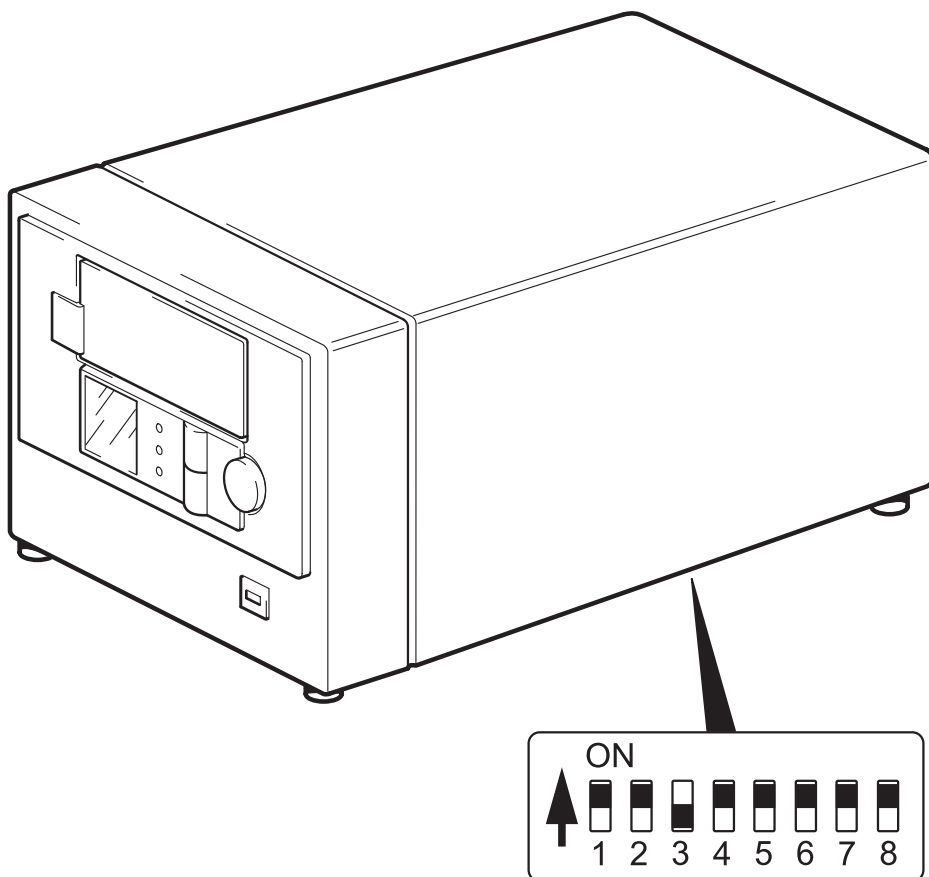

Figura 5: ajuste de los conmutadores de configuración de UNIX
- 2 Si la configuración de UNIX lo requiere, cambie los conmutadores de configuración situados en la parte inferior del cargador automático de cintas de su valor predeterminado mostrado en la figura 5.